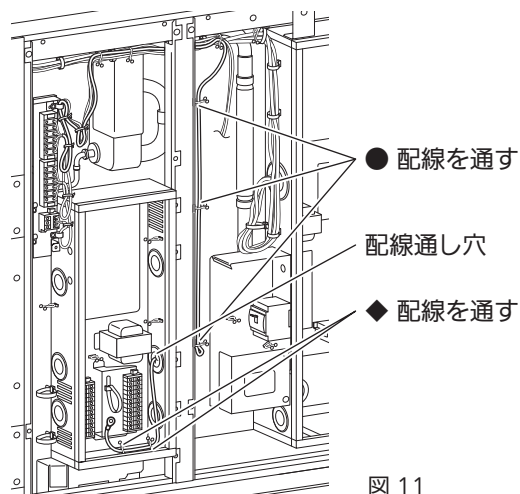

図 11
- ⑥ 先端が丸端子の配線 (3 本) を縦のフレームに取り付けた 8 の字固定具 (3 ヶ所、図 11 ●部) を通して固定してください。
- ⑦ チラー電装ボックス右側面の中央の配線通し穴から配線を引き込み、下側に取り付けた 8 の字固定具 (2 ヶ所、図 11 ◆部) を通してください。